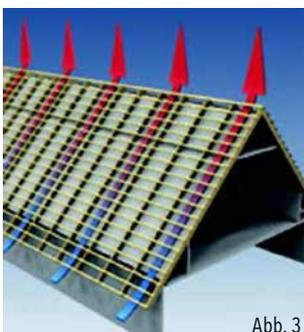

Abb. 3
- Der Lufteinlass am Dachüberstand (Traufe) muss über dessen gesamte Länge verlaufen. Eine freie Passage des Luftstroms in allen Sektionen muss gewährleistet sein, wobei zu beachten ist, dass die Luft immer den Weg des geringsten Widerstandes nimmt. Bei richtiger Montage kann die kalte Luft im Traufenbereich unter der Dachhaut eintreten, erwärmt sich und steigt als warme Luft unter der Dachhaut bis in den First/Pultbereich auf, wo sie zusammen mit der zu entlüftenden Feuchtigkeit durch die Entlüftung wieder aus dem Dach austritt (Abb. 3).